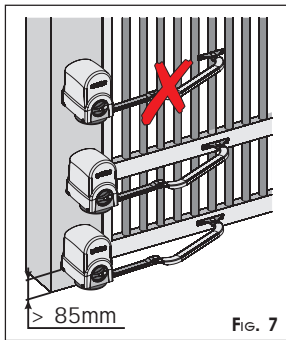

Fig. 7
② Bepaal de hoogte van de aandrijving, en houd er rekening mee dat:
- de bevestigingsbeugel van de gebogen arm zich op een plaats moet bevinden waar hij aan de vleugel van de poort kan worden bevestigd (Fig.7)
- de minimale hoogte van de aandrijving vanaf de grond zodanig moet zijn dat de gebogen arm kan worden bevestigd, en de onderkant van de behuizing op zijn plaats kan worden gezet (minstens 85mm, zie fig.7)